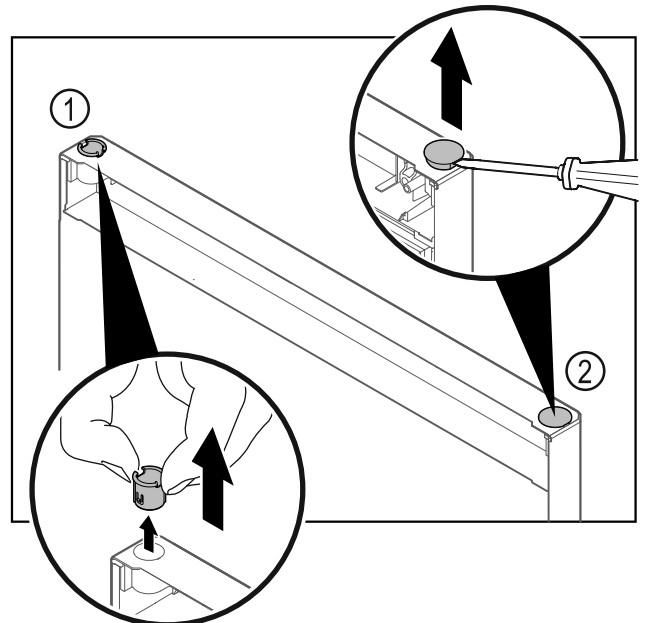

Fig. 22
- ▶ Pirštais ištraukite šarnyrinę įvorę Fig. 22 (1).
- ▶ Dengiamąjį kamštį Fig. 22 (2) atsargiai pakelkite išdrožiniu atsuktuvu ir jį ištraukite.